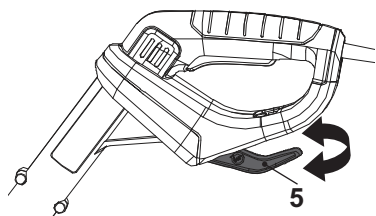

Fig. 29
3. Empurre o protetor de plantas (13) para dentro, se necessário.
4. Rode o recipiente do cabo (rotativo) (5) e assegure que a ponta do recipiente do cabo (rotativo) (5) está apontada para trás (Fig. 29).